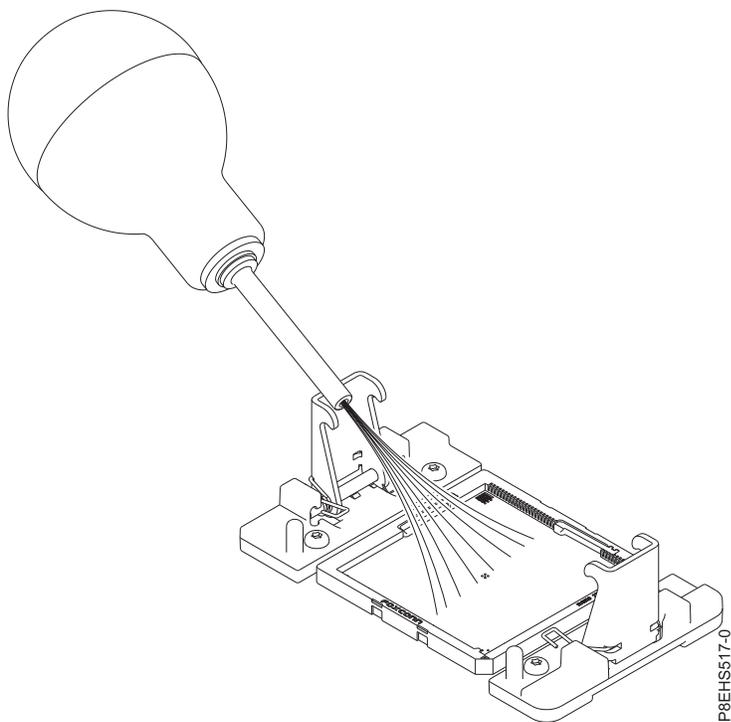

図 74. システム・プロセッサ・ソケットからほこりやごみを除去
- a. システム・プロセッサ・ソケットにほこりやごみが付着している場合は、提供されているエアポンプ (部品番号 45D2645) を使用してソケットをきれいにします。ソケットの中央から四方に向けて空気を少しずつ吹き出します (79 ページの図 74 を参照)。